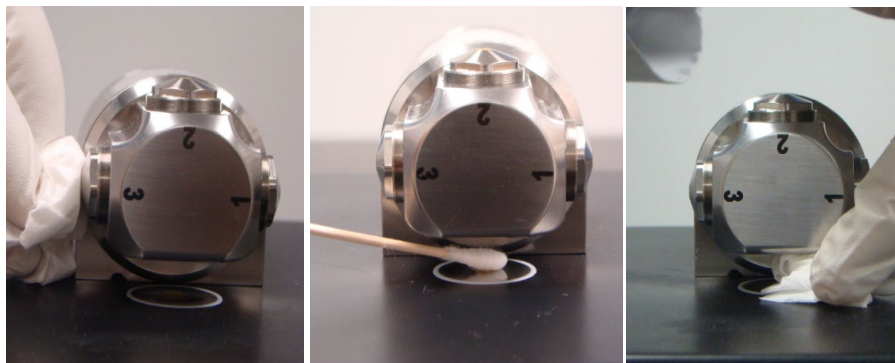

Figura 12. Limpieza del visor en la posición 3 y el sustrato de la muestra
- 3 Asegúrese de que la muestra cubra toda el área de superficie del visor inferior (consulte la Figura 12).